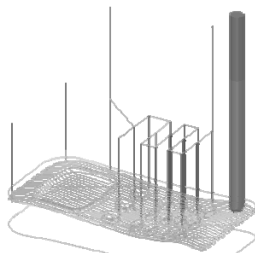

图 5-88 线框仿真加工
- 3) 直接单击左键，系统便开始线框仿真，如图 5-88 所示。